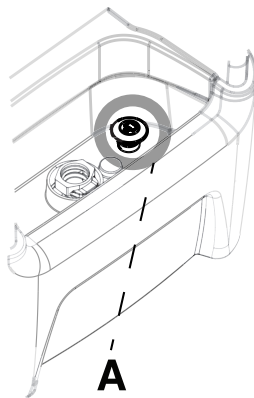

Abbildung 3-24: Ablasstopfen
3. Den Ablasstopfen (A) an der Steuerung herausziehen, um den Ablass zu öffnen und das Wasser aus der Steuerung abzulassen (Abbildung 3-24 auf Seite 3-45). Den Ablass offen lassen.